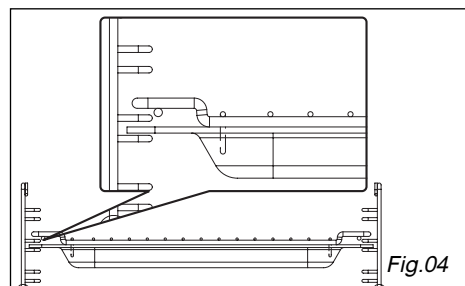

Fig.04
- **Het rooster + Glazen schaal:** plaats het rooster op de glazen schaal om te braden of om het braadnat op te vangen (Fig.04).